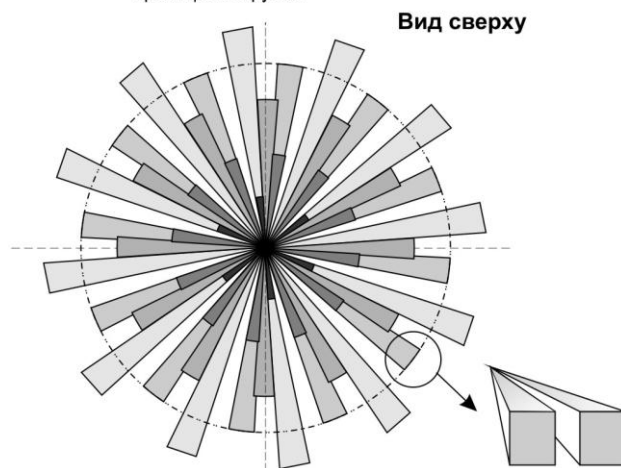

Рисунок 2
2.2 Принцип действия ИК-канала основан на регистрации изменений потока теплового излучения, возникающих при пересечении человеком зоны обнаружения, которая состоит из чувствительных зон. Каждая чувствительная зона состоит из двух элементарных чувствительных зон (рисунок 2).